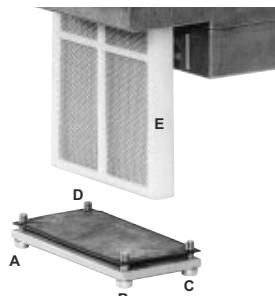

Fig. 27
- 2 Desenroscar los tornillos 1, 2, 3, 4 con la llave de macho hexagonal núm. 3, y retirar la tapa del filtro 5 (Fig. 27).